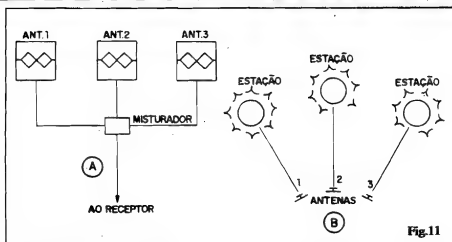

Fig.11
- FIG. 11 - Novamente devido às características de alta "direcionalidade" dos sinais de UHF, havendo na região mais de uma estação (como já está ficando comum, nas grandes cidades...), com suas antenas transmissoras situadas em posições diversas, a única saída lógica, e tecnicamente aceitável, é a construção de tantas antenas quantas forem as estações que se deseja "pegar", orientando cada uma das antenas para a "sua" estação, cuidadosamente. Nesse caso (11-A) será necessário o uso de um MISTURADOR (também encontrado nas casas especializadas) dotado de tantas entradas quantas sejam as antenas, e de uma saída, através da qual é "puxado" o cabo de "descida" para o receptor. O diagrama 11-B exemplifica a orientação das diversas antenas em função da direção de cada emissora. Embora o exemplo dado refira-se a três emissoras, não acreditamos que seja difícil ao Leitor intuir as adaptações para o caso de duas, quatro, ou mais estações...